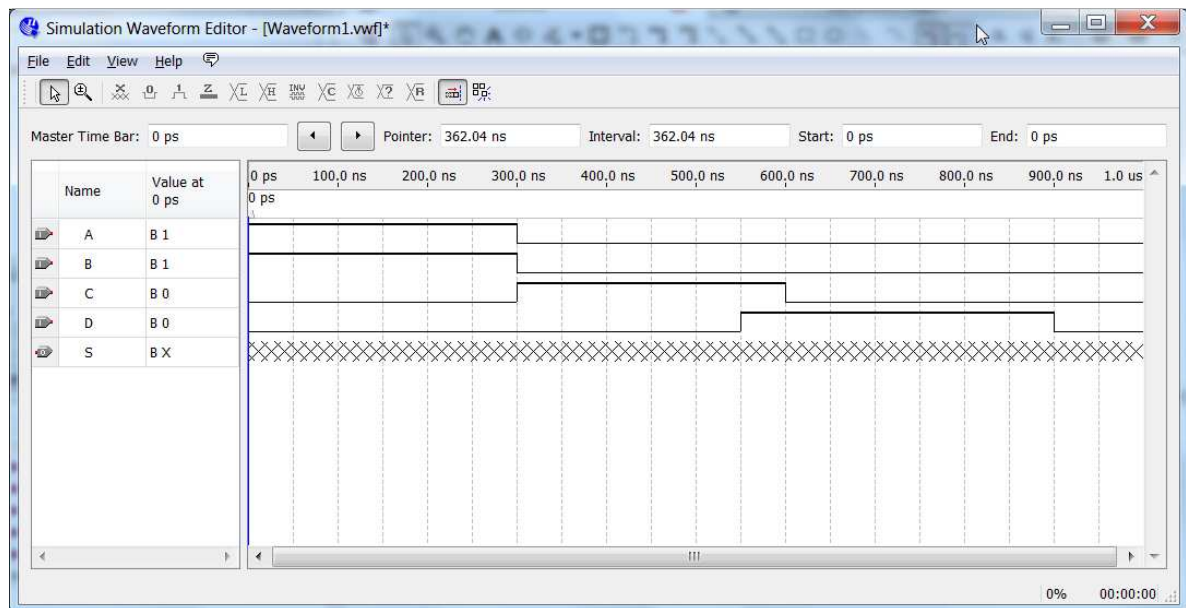

Figura 24 - Marcação visual do grid
**OBS:** Para facilitar a visualização de eventos é interessante que o tempo total de simulação e o tamanho do grid sejam da mesma ordem de grandeza. A Figura 24 exemplifica uma relação de 20 vezes entre o *grid size* (50ns) e o tempo total (1us).